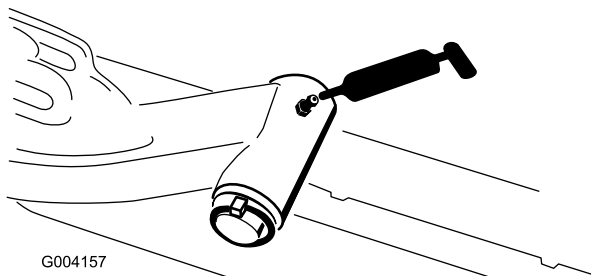

Figura 54
- Alberi di articolazione dei bracci di sollevamento (1 cad.) (Figura 54)